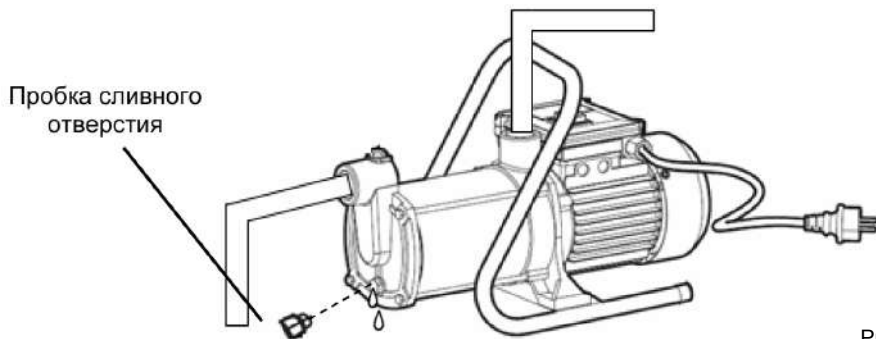

Рис. 6
4. Открутить пробку сливного отверстия, после чего сойдет вода, находящаяся в корпусе насоса (рис. 6)